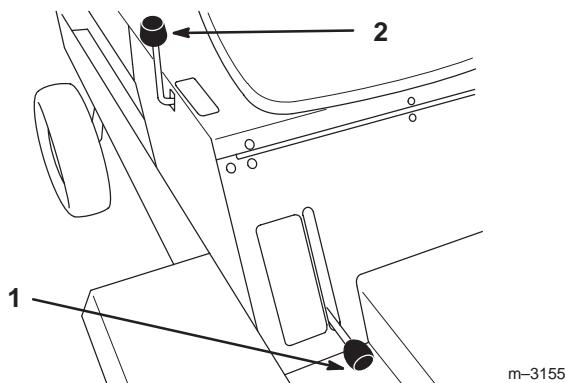

Figure 12
Ce mécanisme (Fig. 12) permet de relever et d'abaisser les accessoires.
2. Tirez le levier de commande (Fig. 12) en arrière pour éléver l'accessoire à la hauteur requise.
2. Poussez le levier de commande (Fig. 12) vers l'avant pour abaisser l'accessoire.